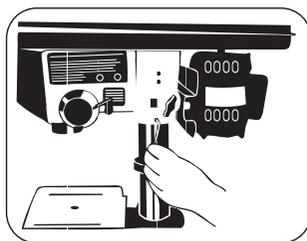

FIGURA 8.6
- Conecte o cabo manivela à cremalheira, aperte o parafuso de fixação com a chave tipo Allen (Figura 8.6)
- Aperte os dois conjuntos de parafusos localizados ao lado direito do Conjunto Cabeçote, usando a chave Allen (Figura 8.6).